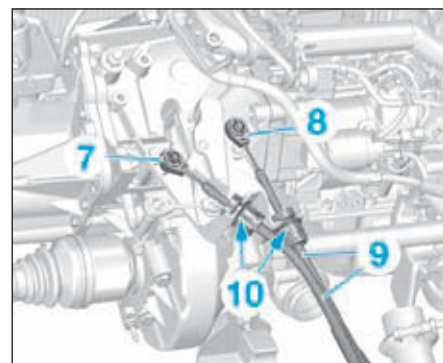

FIG.6
- les rotules (7) et (8) à l'aide d'une pince à becs (Fig.6).
- Dégrafer les câbles de commande (9) en (10) et les écarter de la boîte de vitesses.